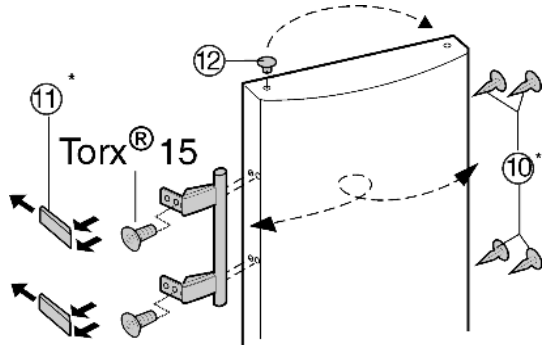

Fig. 8
- ▶ Wyciągnąć wkładkę Fig. 8 (12) z zawiasu drzwi i przelożyć na drugą stronę.
- ▶ Zdemontować uchwyt drzwi, zatyczki Fig. 8 (10) oraz płytki dociskowe Fig. 8 (11) i przelożyć je na przeciwną stronę.